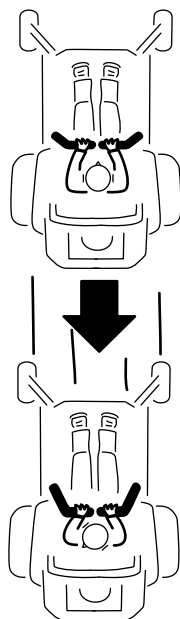

Figura 24
- 2. Para ir hacia atrás, tire lentamente de las palancas de control de movimiento hacia atrás (Figura 24).